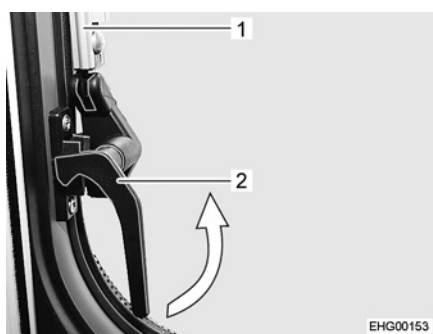

Fig. 23 Levier de verrouillage, latéral, (position "Fermé")
- Tourner les leviers de verrouillage latéraux (Fig. 23,2) d'un quart de tour en direction du centre de la fenêtre.
- Ouvrir la fenêtre projetante jusqu'au cran d'arrêt souhaité. Le bras automatique (Fig. 23,1) s'enclenche automatiquement.